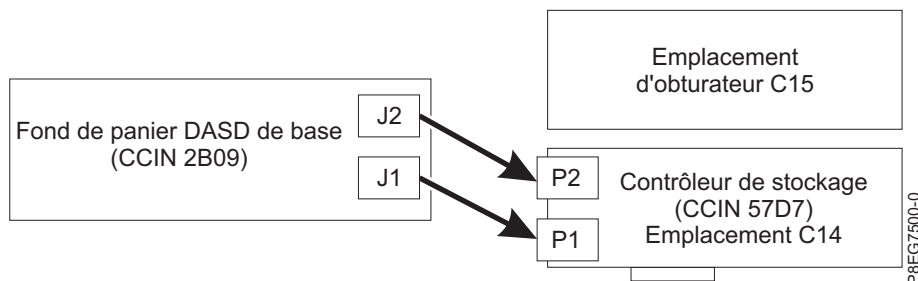

Figure 16. Reconnexion du câble SAS dans une configuration de stockage de base
- Si une carte PCIe3 x8 SAS RAID interne 6 Gb (CCIN 57D7) se trouve dans l'emplacement P1-C14 (dispositif de stockage de base), un câble SAS relie le connecteur de fond de panier d'unité de disque inférieur (J1) au connecteur P1 de la carte. Un deuxième câble SAS relie le connecteur de fond de panier d'unité de disque supérieur (J2) au connecteur P2 sur la même carte. Pour plus d'informations, voir figure 16.